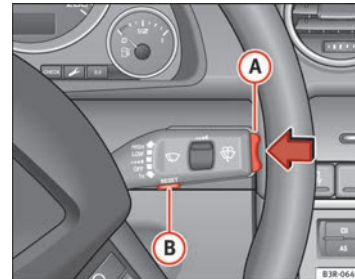

Abb. 58 Scheibenwischerhebel: Funktionswahlschalter
- Drücken Sie den Funktionswahlschalter im Scheibenwischerhebel (A) ⇒ Abb. 58 oben bzw. unten, um den eingestellten Wert zu verändern. Die Werte laufen in Schritten von 10 km/h auf- bzw. abwärts. ▶
- Drücken Sie die Reset-Taste im Scheibenwischerhebel (B) ⇒ Abb. 58 solange, bis im Display das durchgestrichene Geschwindigkeitswarnsymbol der Warnschwelle 2 erscheint.